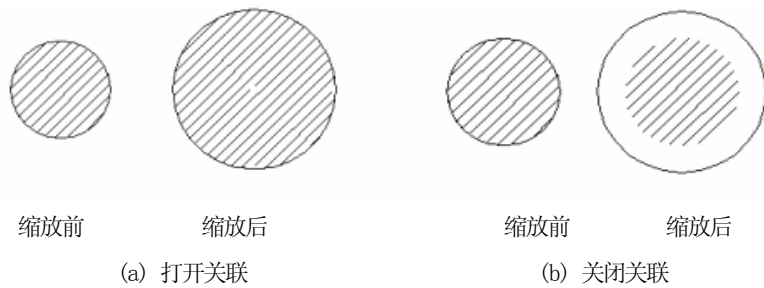

图 4-6 填充图样与边界的关联
**关联:** 确定填充图样与边界的关系。若打开此开关，那么填充图样与填充边界保持着关联关系，当填充边界被缩放或移动时，填充图样也相应跟着变化，系统默认是关联，如图 4-6 (a) 所示。
如果把关联前的小框中的钩去掉，就是关闭此开关，那么图案与边界不再关联，也就是填充图样不跟着变化，如图 4-6 (b) 所示。